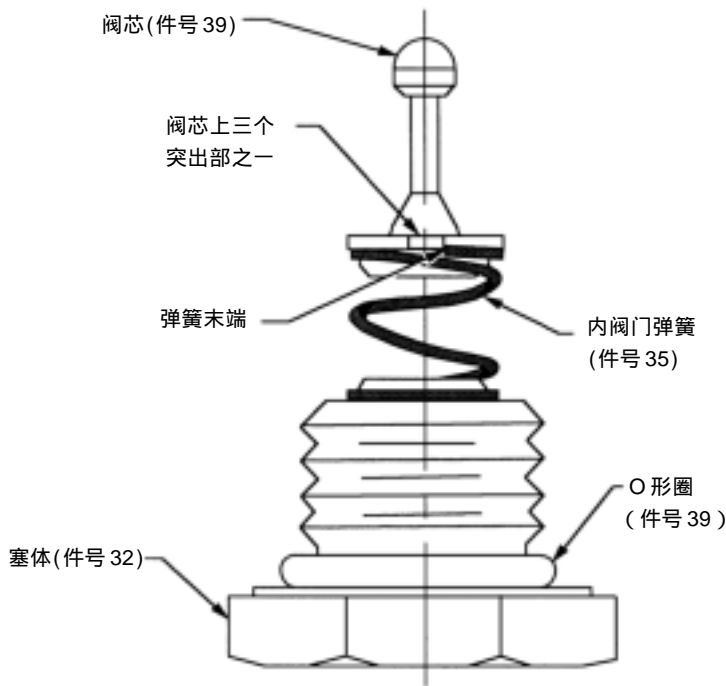

图 12. 阀芯、内阀门弹簧和塞体组件
件号位置如图 12 和 14 所示
1. 按照图 12 所示将内阀门弹簧(件号 35)装在塞体(件号 32)上, 并把阀芯(件号 39)组装在内阀门弹簧上。为保证阀芯、内阀门弹簧和塞体的装配取得最好, 阀芯底座三个突出部分中的一个应处于内阀门弹簧末端位置。